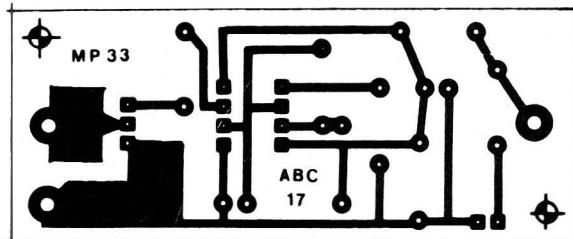

Fig.3
- FIG. 3 - LAY OUT DO CIRCUITO IMPRESSO ESPECÍFICO - Conforme dá pra ver da figura, o arranjo de pistas e ilhas é simples, "descongestionado", fácil de reproduzir e confeccionar. Como o desenho está em escala 1:1 (tamanho natural), bastará transferí-lo diretamente sobre a face cobreada do fenolite virgem, com carbono, efetuando depois a traçagem (com tinta ou decalques ácido-resistentes...), corrosão, limpeza e furação, pelos métodos já várias vezes descritos nas "Aulas" anteriores do ABC... Como sempre, recomendamos uma rigorosa conferência final do traçado, na busca de lapsos, "curos", etc., que devem ser corrigidos **antes** de